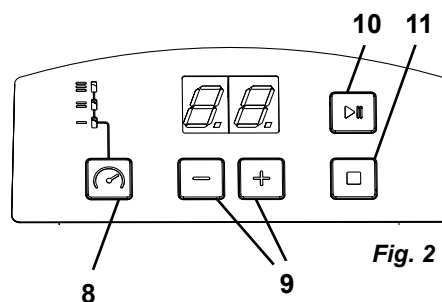

Fig. 2
⇒ Still inn rengjøringstid med + / - tastene (9, Fig. 2) (innstillingsområde 0 til 30 min.).
⇒ Velg / still inn intensitet med valgtasten (8, Fig. 2).
⇒ Start rengjøringsprosessen med start- / pause tasten (10, Fig. 2).
- Rengjøringsprosessen kan avsluttes med stopp-tasten (11, Fig. 2) når som helst før rengjøringstiden er utløpt.
⇒ Avslutt rengjøringsprosessen ved å trykke på stopp-tasten (11, Fig. 2).